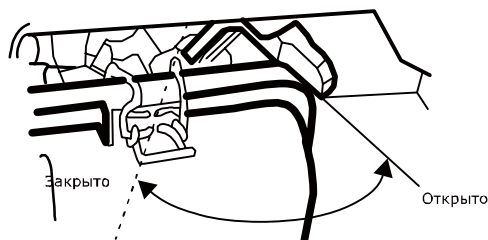
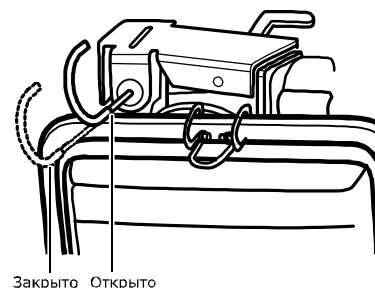

Рис. 12.1
Рис. 12.2
- Поставьте рычаг привода (рис. 12.1) или кольцо привода воздушной заслонки (рис. 12.2) в следующее положение: